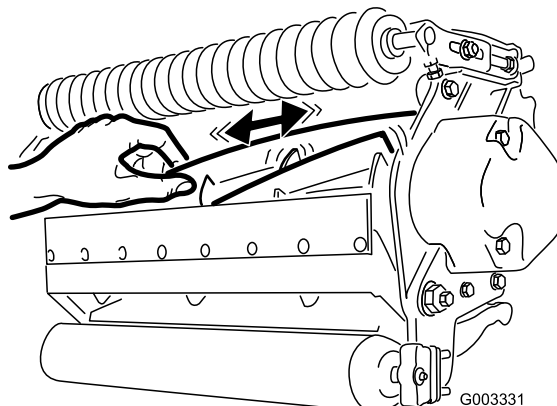

Figure 24
2. Tenez la lame du cylindre avec un gant épais ou un chiffon et essayez de déplacer le cylindre latéralement (Figure 24).